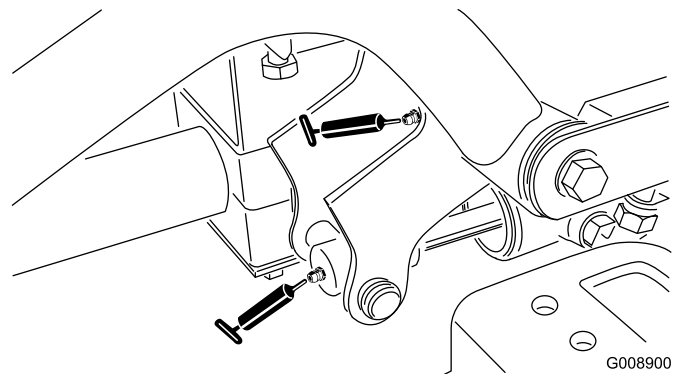

**Figura 36**
- Pivote y cilindro de elevación del brazo de elevación delantero izquierdo (2) (Figura 36)